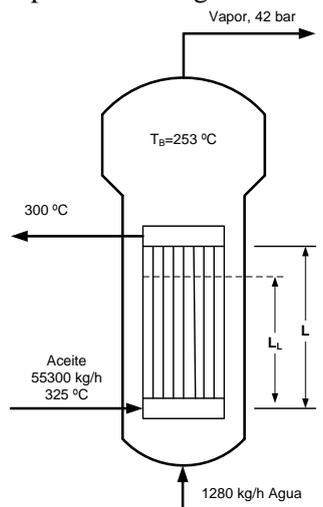

Figura 9: Caldera
7. Para aumentar la producción de vapor en un 15 %, a partir de la situación actual, Figura 9, y con los datos dados en la Tabla 2, se pide a Ud. que determine las nuevas condiciones de entrada a la caldera.